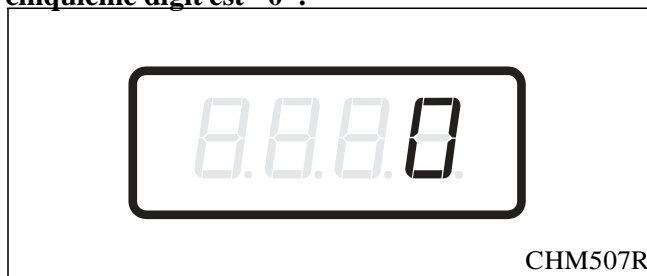

Figure 26
2. Lorsque "CnP2" s'affiche, appuyer sur la touche DEMARRAGE (Enter). Le Modificateur de cycle Prix C comprend cinq digits. Le cinquième digit s'affiche et clignote par intervalles d'une seconde. Se référer à la *Figure 26*.